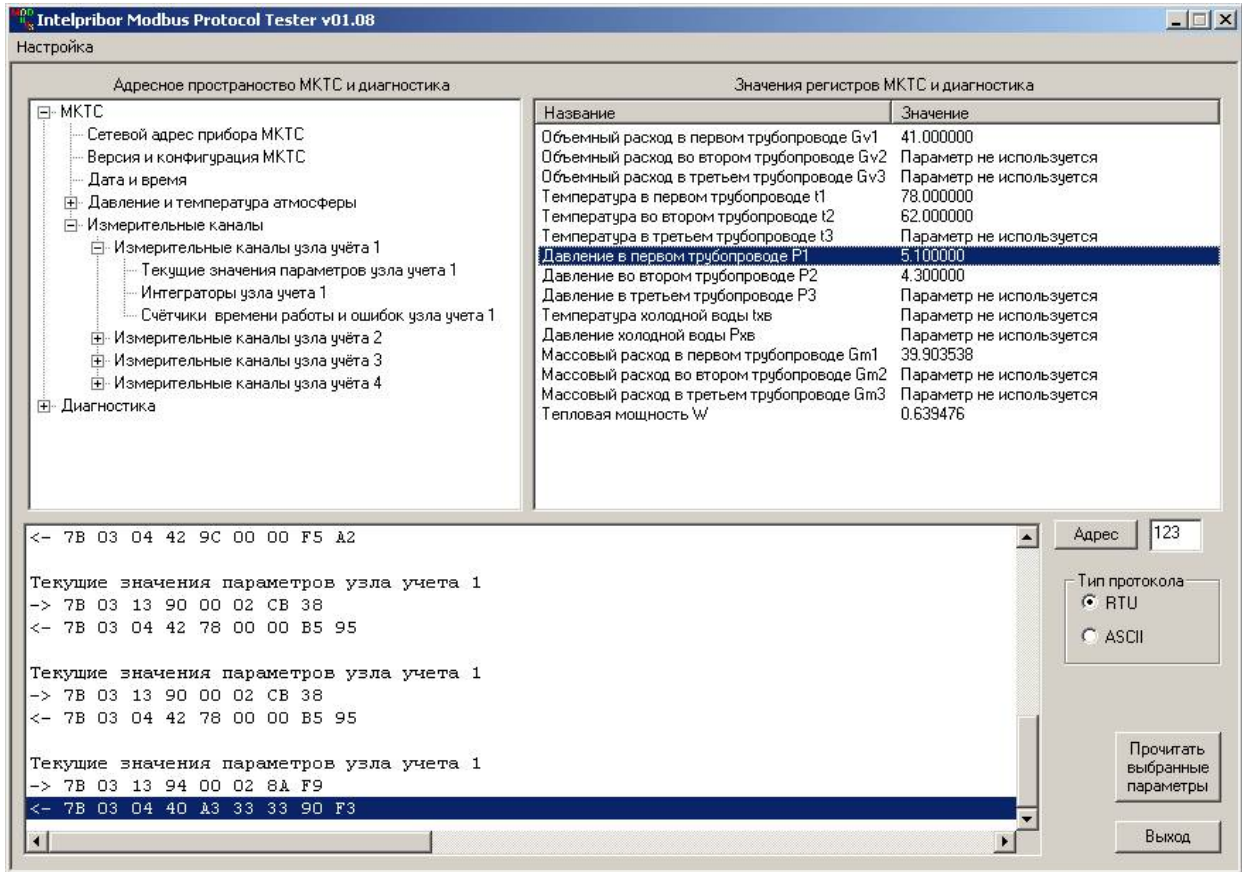

Рисунок 5-12 Просмотр значения только одного пункта списка.
- если требуется только один из нескольких параметров из списка *Значения регистров МКТС и диагностика*, то надо щёлкнуть по нему левой кнопкой мышки и наблюдать результат запроса (Рисунок 5-12);
Весь обмен: запросы и ответ, а также различные сообщения (название команды, сообщения об ошибках и т.п.) индицируется в окне вывода внизу (см. Рисунок 5-12).